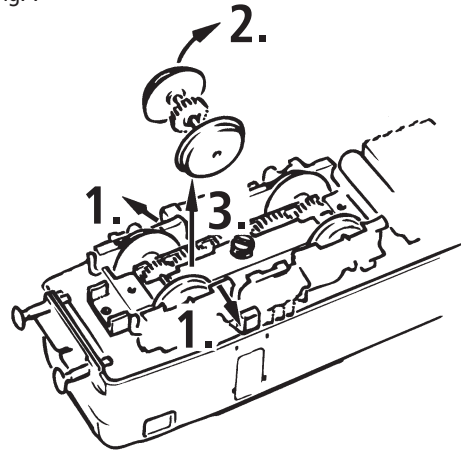

Fig. 9
**4. Kohlebürstenwechsel:** Lokgehäuse abnehmen (Fig. 3). Danach wird der Motor ausgebaut und die Kohlebürsten ausgewechselt (Fig. 9).
**4. Carbon Brush Changing:** First remove loco body (fig. 3), and then the motor (fig. 9).